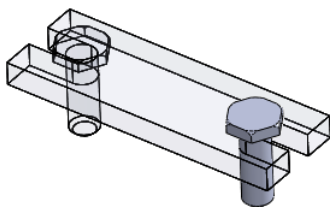

图 4.9.3 装配体编辑状态
Step3. 选择命令。在“装配体”工具栏中单击 按钮（或在设计树中右击 symmetry_02<1> 节点，在弹出的快捷菜单中单击 按钮），此时装配体进入编辑状态，如图 4.9.3 所示。